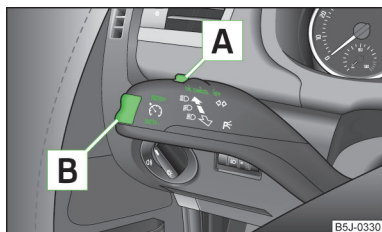

Fig. 99
- Pulsar el conmutador **A** » fig. 99 a la posición **ON**.
- Presionar el balancín **B** » fig. 99 de la página 116 a la posición **RES**.
- La velocidad memorizada se puede reducir presionando el balancín **B** » fig. 99 de la página 116 en la posición **SET**.
La velocidad también se **desconecta temporalmente**, pulsando el interruptor **A** » fig. 99 de la página 116 a la posición de suspensión elástica **CANCEL** o bien el pedal de freno o de embrague.
- Pulsar el conmutador **A** » fig. 99 de la página 116 desplazándolo hacia la derecha a la posición **OFF**.